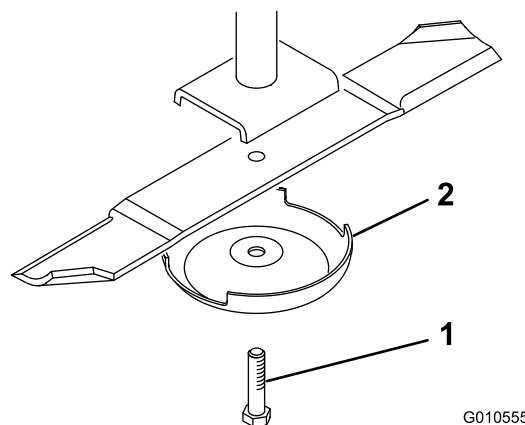

Figura 32
2. Fixe a extremidade da lâmina utilizando um pedaço de tecido ou uma luva grossa. Retire o parafuso da lâmina, o recipiente anti-danos e a lâmina do eixo (Figura 32).